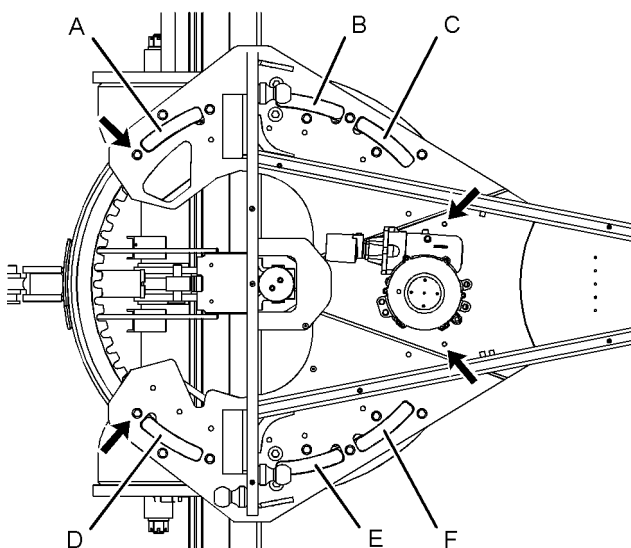

Ilustración 163
5. Vuelva a instalar dos pernos en la barra de tiro sin las planchas de retención. Quite los dos pernos de empuje cerca del mando del círculo. Reinstale los pernos empujadores en la barra de tiro (7) sin los espaciadores. Vea las ubicaciones correctas en la ilustración 163. Esto asegura que el círculo de la hoja (6) se asiente apropiadamente en las zapatas del círculo.
6. Quite los calces (3), las planchas espaciadoras (4) y las tiras de desgaste de la barra de tiro (5).
8. Si se pueden volver a utilizar las tiras de desgaste, cambie la tira de desgaste (A) con la tira de desgaste (C). Cambie la tira de desgaste (D) con la tira de desgaste (F). Esto ayudará a mantener parejo el desgaste en las tiras de desgaste.